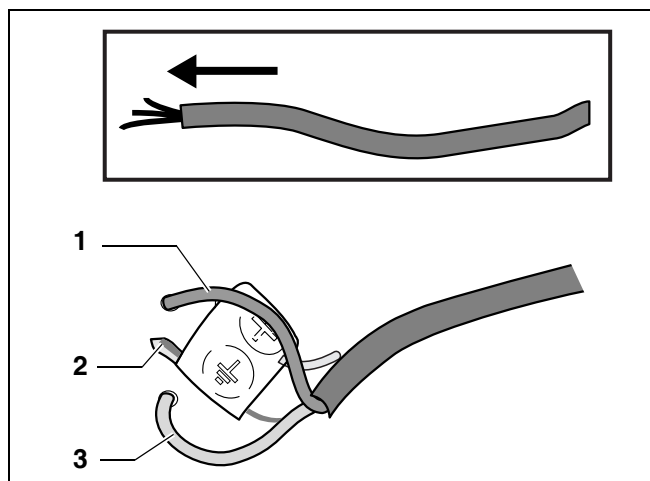

Fig. 42 Netledning
- Forbind netledningen til 230 v (fig. 42).